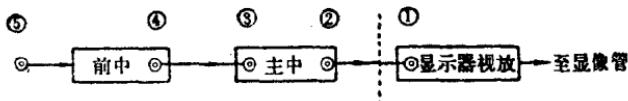

图 1 无噪声故障的五个检查点
3.检查无噪声的故障，实际上是检查雷达的本振、混频、前中、主中以及显示器视放等电路那一环节发生故障的问题。在船上没有“扫频仪”的条件下，如何确定故障的所在，可将有关电路分成五个检查点（图1），进行检查。